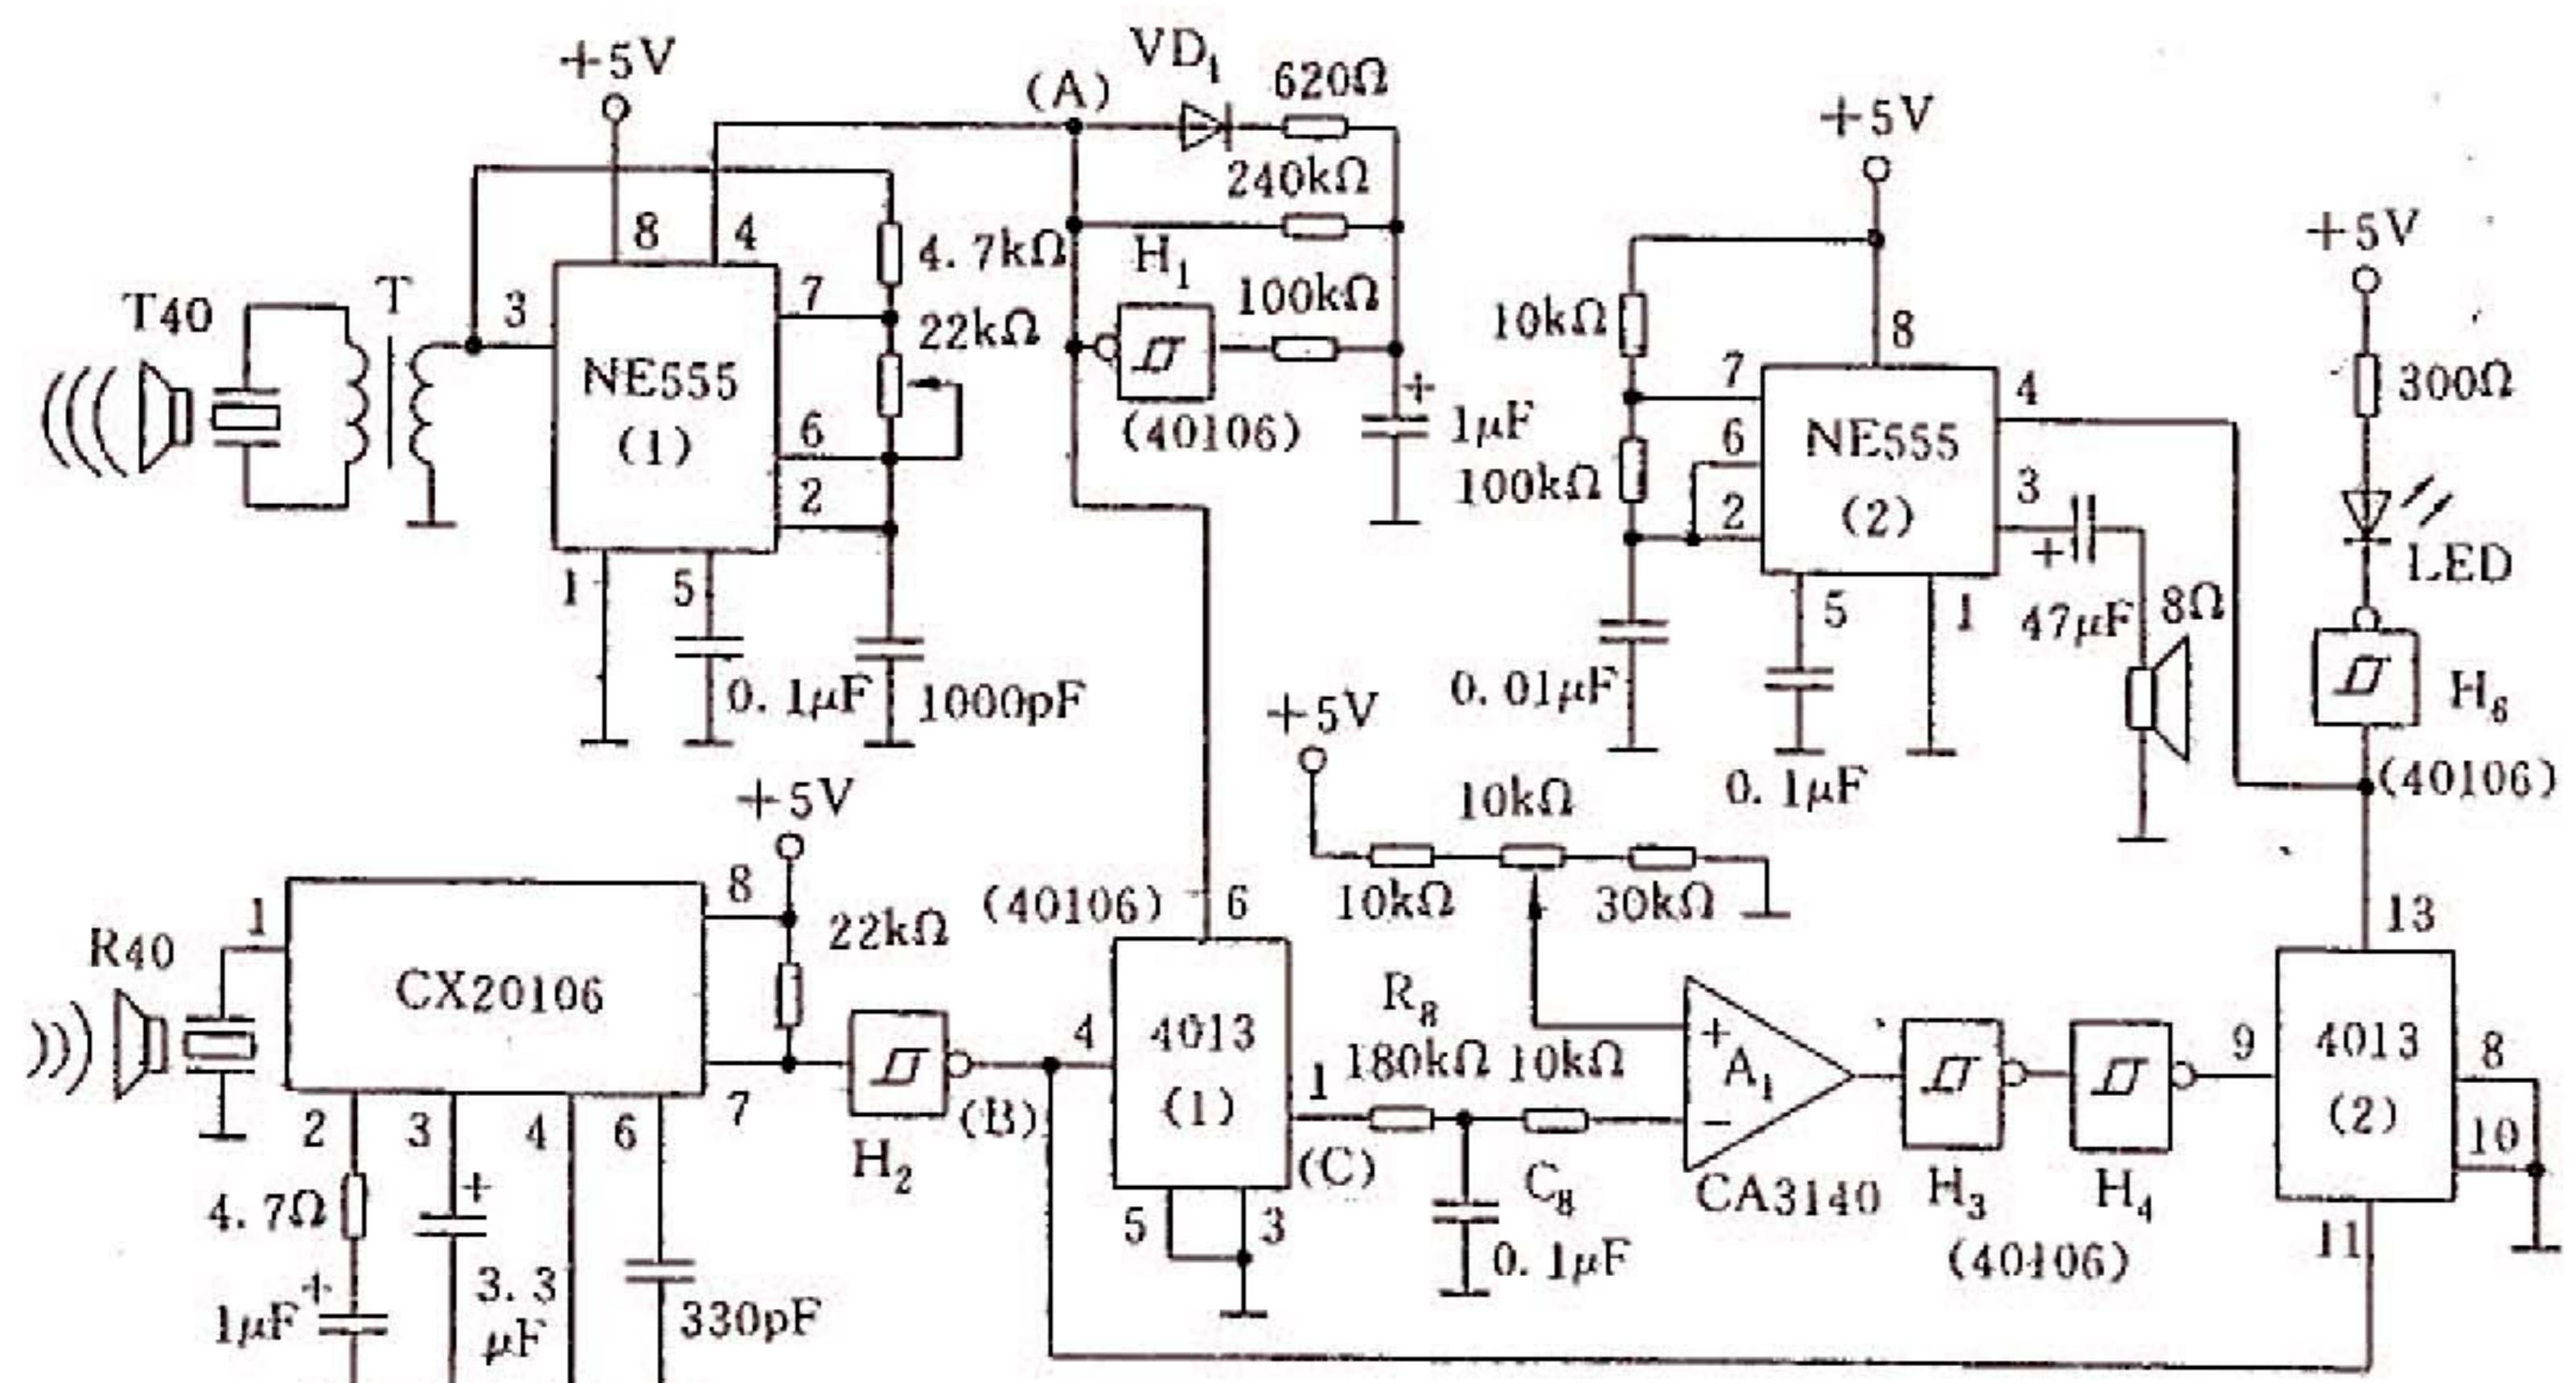

图 8-24 超声波倒车防撞报警器电路
图 8-24(a) 是超声波倒车防撞报警器电路。电路中, H_1 等构成脉冲振荡器, 输出的信号(如图 8-24(b) 中的波形 A 加到 NE555(1) 的 4 脚, 控制 NE555(1) 产生振荡频率为 40kHz 的脉冲串, 脉冲串经 T 升压驱动超声波发送器 T40, 发送器发出的超声波遇到障碍物后反射回来, 被超声波接收器 R40 收到并转换为电压信号。该信号经 CX20106 放大整形后输出如图 8-24(b) 中波形 B, 该波形比波形 A 有一段延迟时间, 这段时间是超声波在空气中传播的时间。根据声速就可求出超声波传播的距离, 此距离为车身离障碍物距离的两倍。4013(1) 构成 R-S 触发器, 图 8-24(b) 中波形 A 加到 6 脚使其置 1, 图 8-24(b) 中波形 B 加到 4 脚使其复位, 则 4013(1) 的 1 脚输出如图 8-24(b) 的波形 C。波形 C 的占空比和车身与障碍物之间的距离成正比。当 4013(1) 的 1 脚输出为高电平时, 此高电平通过 R_8 对 C_8 进行充电, 若车身离障碍物距离较远, 此高电平时间较长, C_8 电压充电比较高, 使 A_1 输出低电平; 反之则为高电平。此时该电平还不能传到 4013(2) 的 13 端, 只有当 4013(1) 的输出由高转低时, 4013(2) 的时钟 11 端才能得到波形 B 的窄脉冲, 才能将 4013(2) 的 9 端电平传到 13 端, 加到 NE555(2) 的 4 脚。若此时为低电平, NE555(2) 不起振, 扬声器不发声, LED 不发光, 表示障碍物较远; 若为高电平, NE555(2) 起振, 扬声器发声, LED 发光, 表示障碍物较近。